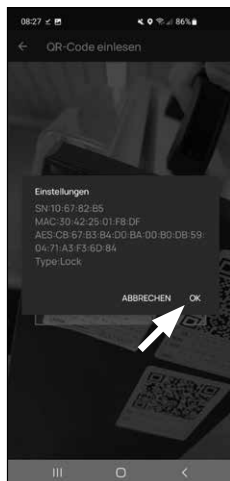

Fig. 5
- 6 Un message apparaît immédiatement avec les données de votre cylindre : confirmez-le en bas à droite par « OK » (Fig. 5).